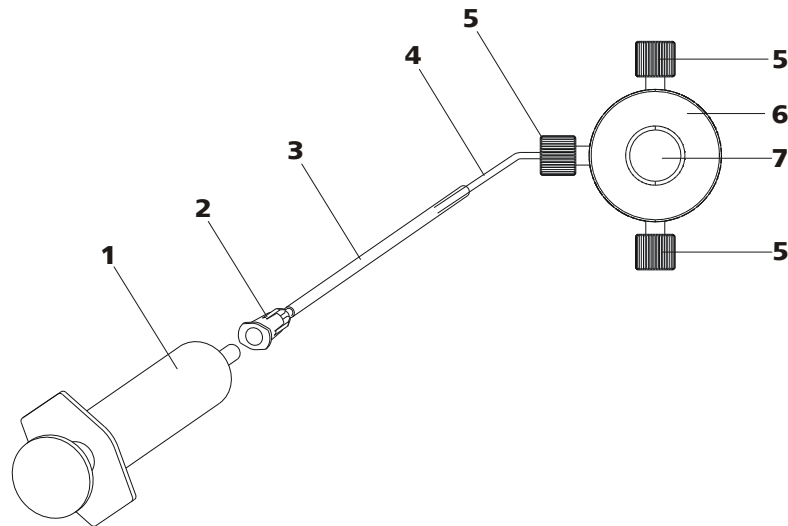

Abbildung 19 Hochdruckpumpe entlüften
Entlüften Sie die Hochdruckpumpe wie folgt (*siehe Abbildung 19, Seite 38*):
- Spritze (19-1) in den Luer-Anschluss (19-2) der Purge-Kanüle stecken (siehe Abbildung 19, Seite 38).